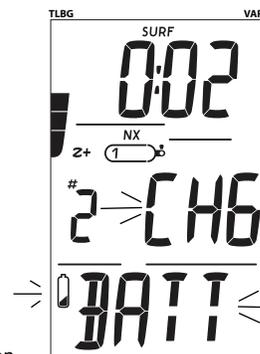

Abb. 2 - BATTERIE ERSETZEN
- Das Batteriesymbol und die Grafiken CHG >> BAT beginnen im Oberflächenmodus zu blinken (Abb. 2). Nach 5 Sekunden wird die Einheit ausgeschaltet bis die Batterie ausgetauscht wird.